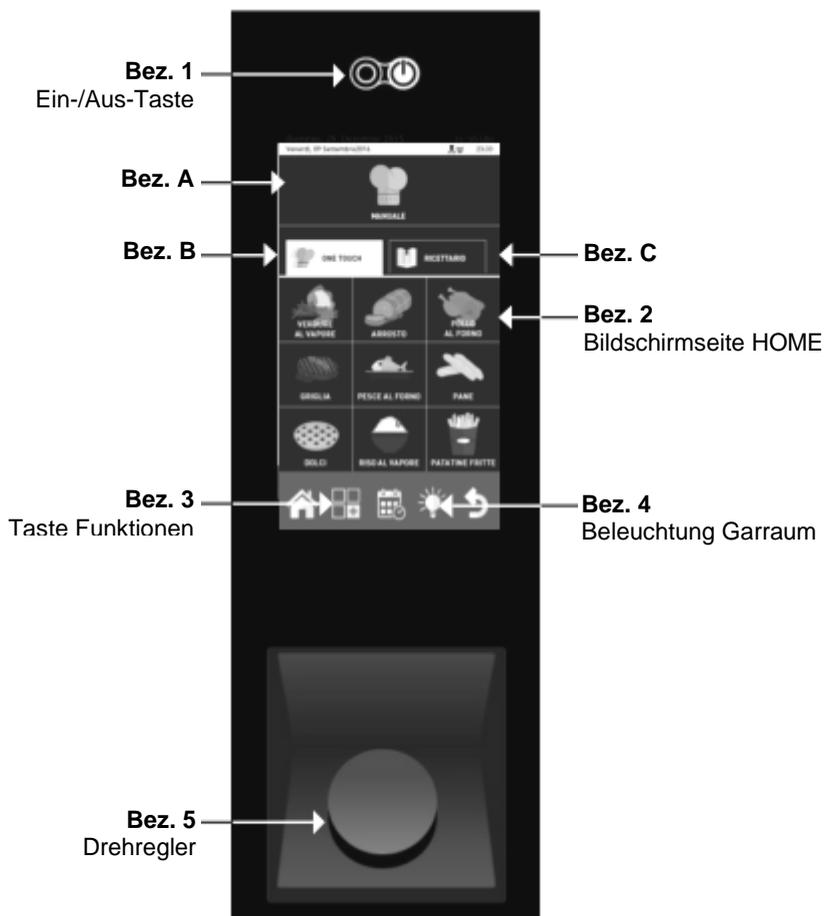

Abb. 8
- Das Gerät über die Ein-/Aus-Taste (**Bez. 1**, Abb. 8) einschalten.
- Die Gerätebeleuchtung wird durch Betätigen der entsprechenden Taste (Bez. 4, Abb. 8) eingeschaltet und schaltet sich automatisch nach 45 Sekunden wieder aus, wenn diese nicht bereits vorher durch erneutes Betätigen der Taste ausgeschaltet wurde.
- Die Bedienblende des Gerätes ist mit einem Drehregler (Bez. 5, Abb. 8) ausgestattet. Zur Einstellung der gewünschten Parameter den Drehregler drehen, zur Bestätigung der eingestellten Werte diesen drücken.
Schalten Sie das Gerät mit der Ein-/Aus-Taste (Bez. 1, Abb. 8) ein, im Display erscheint die Bildschirmseite **“HOME”** (Bez. 2, Abb. 8).
Drücken Sie, um die Parameter des Garvorgangs zu ändern, wie z. B. die Temperatur, auf das entsprechende Feld und drehen Sie den Drehregler (Bez. 5, Abb. 8).
Die Bestätigung der Änderung kann durch erneutes Klicken auf den Parameter oder durch Drücken des Drehreglers (Bez. 5, Abb. 8) erfolgen.